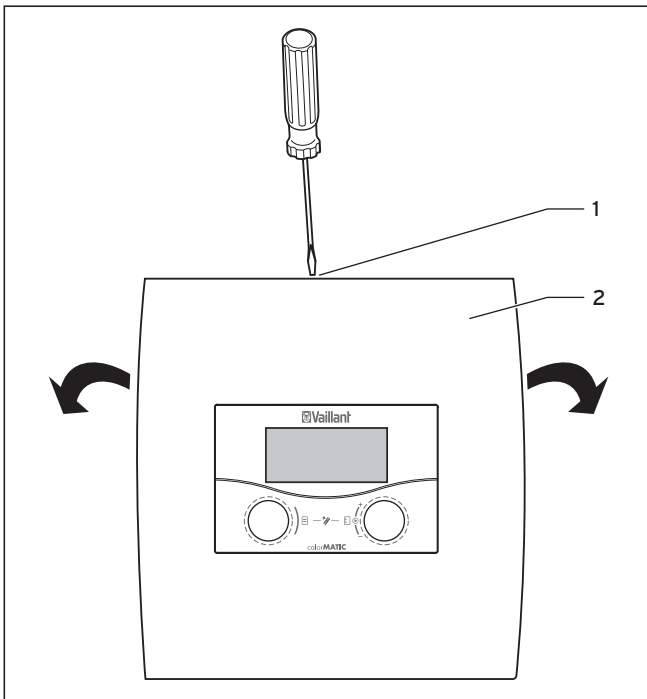

Fig. 10.2 Ouverture du montage mural
- Détachez la vis (1) sur le côté supérieur de la structure murale.
- Rabattez le couvercle du boîtier (2). Démontez le couvercle du boîtier et enlevez-le.
- Retirez le régulateur (1) de la structure murale (2). Pour ce faire, introduisez un tournevis dans les deux languettes (voir → **fig. 10.2**).